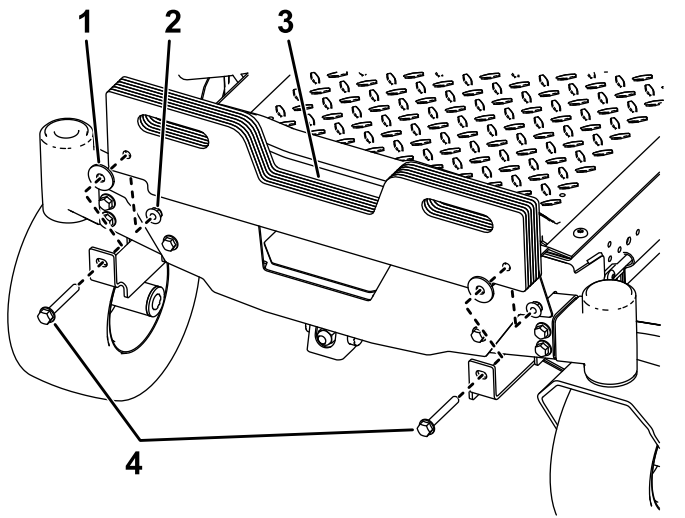

Figure 3
- Si votre machine est équipée d'un autre type de plateau, montez 6 masses à poignée (Figure 3).